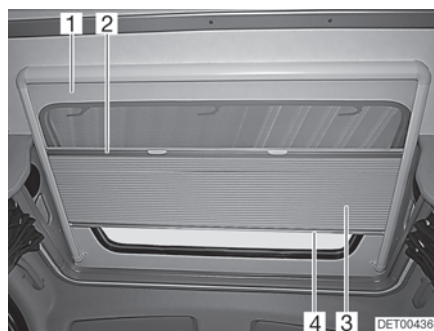

Fig. 48 Lucernario
La tendina oscurante pieghevole (Fig. 48,3) è fissata alla protezione contro gli insetti (Fig. 48,1).
- Afferrare la tendina oscurante pieghevole al centro dell'asta di chiusura (Fig. 48,4) e tirare delicatamente verso il basso.
- Ricondurre lentamente la tendina oscurante pieghevole sull'asta di chiusura (Fig. 48,4).
- Afferrare la protezione contro gli insetti al centro dell'asta di chiusura (Fig. 48,2) e tirarla delicatamente verso il basso.
- Ricondurre lentamente la protezione contro gli insetti sull'asta di chiusura della tendina oscurante pieghevole (Fig. 48,4).